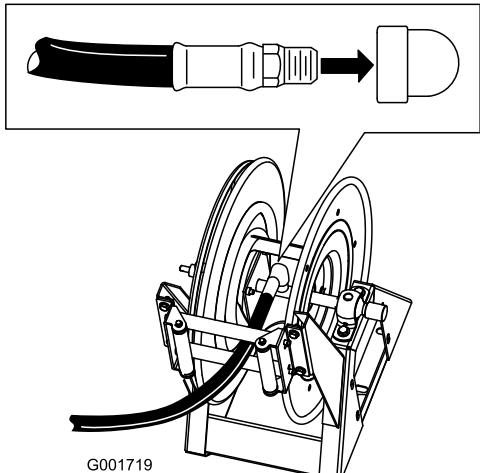

Figura 19
1. Aplique fita de Teflon em torno das estriadas do encaixe na tubagem longa, e instale o encaixe no tubo de ligação da bobina (Figura 19).